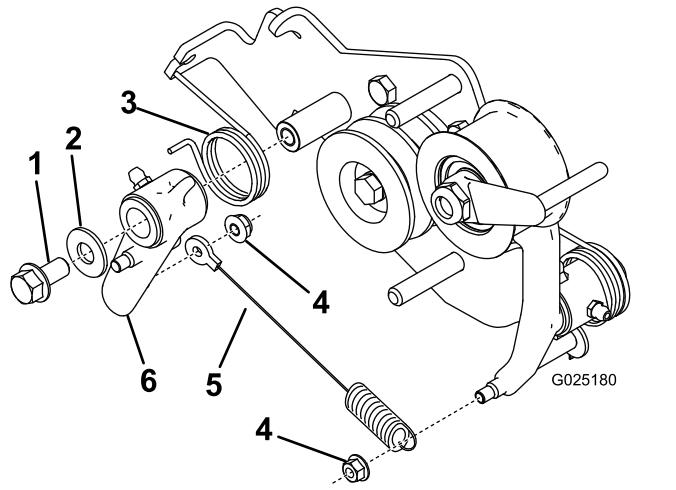

図3
7. 既存のクラッチブラケットから走行レバー・アセンブリおよび必要パーツを取り外し、新しいクラッチブラケットに取り付ける図3